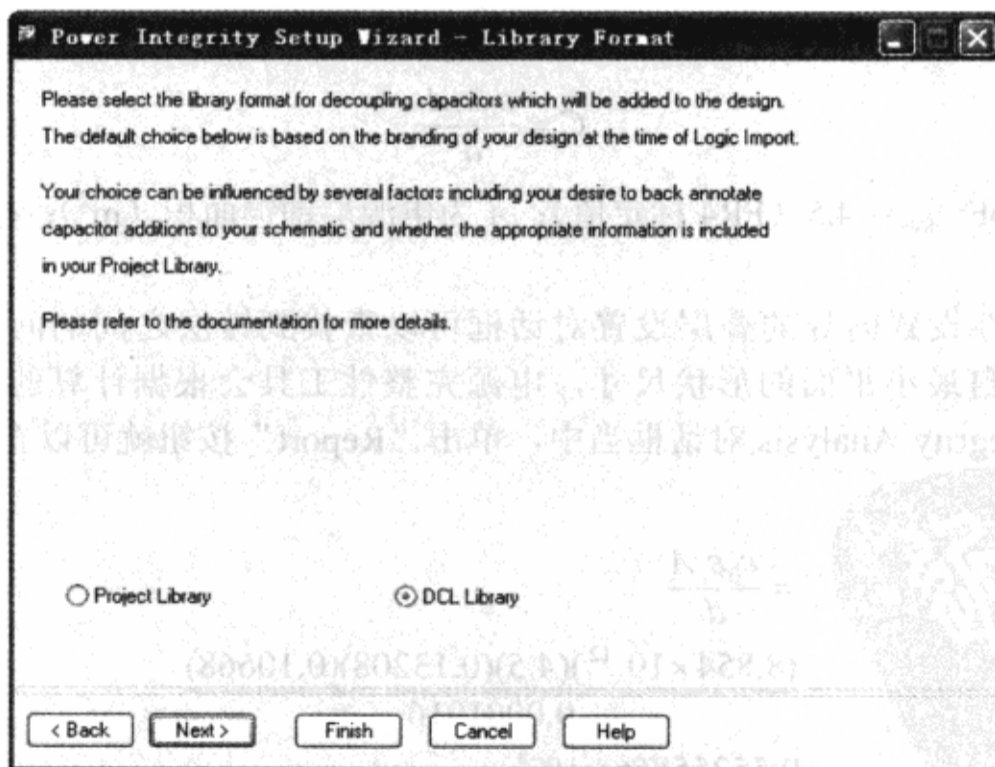

图 7-12-48 “Power Integrity Setup Wizard-Library Format” 窗口
(1) 在“Power Integrity Setup Wizard-Design Device Setup”对话框中单击“Next”按钮，会显示“Power Integrity Setup Wizard-Library Format”窗口，如图 7-12-48 所示。